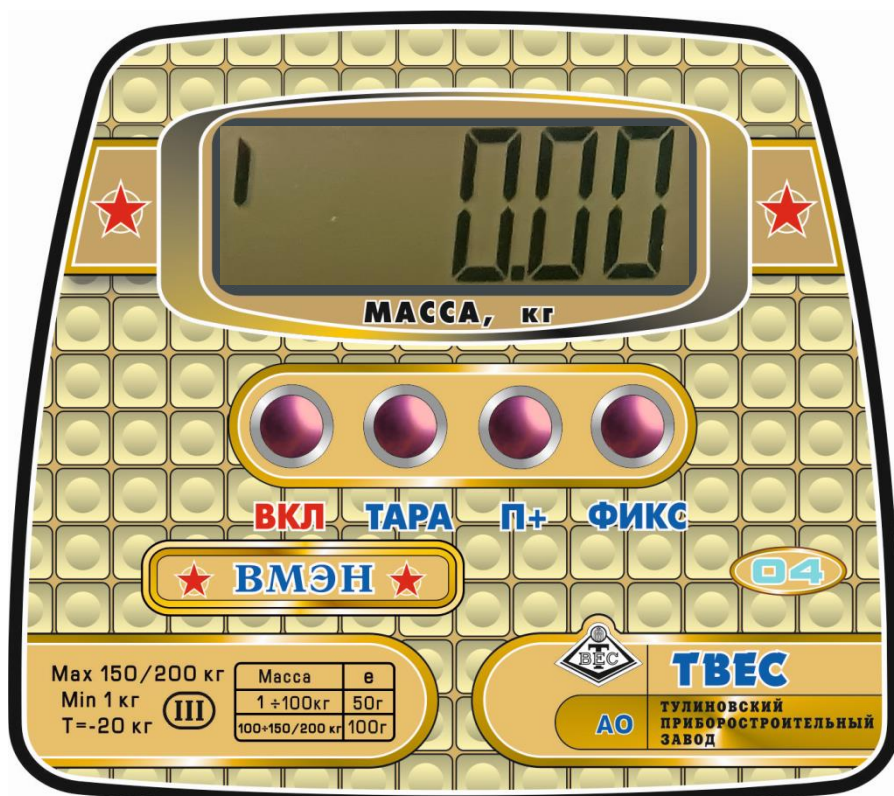

Рисунок 1 – Панель управления
2.1. Клавиши управления панели управления (см. Рисунок 1)